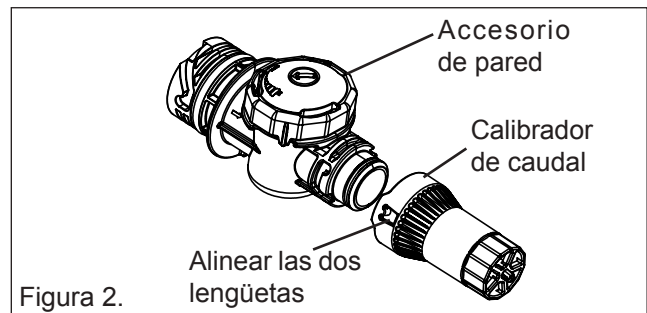
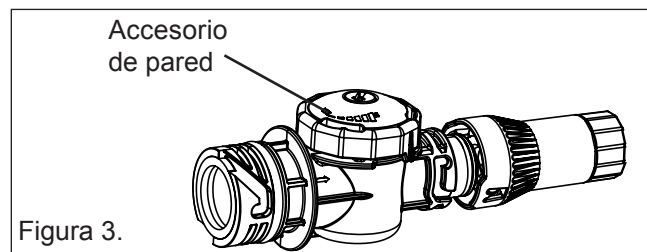

Figura 2.
Figura 3.
1. Fije el calibrador de caudal al accesorio de pared al alinear las dos lengüetas en el calibrador de caudal con las ranuras en el accesorio de la pared. Véase figura 2. Empuje y gire el calibrador de caudal en sentido horario hasta que pare, luego tírelo ligeramente fuera de la pared. Asegúrese de que el calibrador de caudal esté bloqueado en su lugar girándolo en sentido antihorario mientras que tira ligeramente el calibrador de caudal. Véase figura 3.